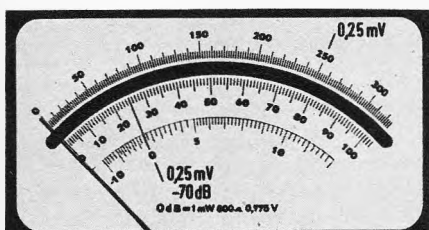

Bild 4. Der Spannung 0,25 mV (Meßbereich 1 mV nach Bild 3) entspricht der Spannungspegel $p = - 70$ dB
2. Im selben Meßbereich werden 0,25 mV abgelesen. Der dB-Wert ist - 70 dB (Bild 4).